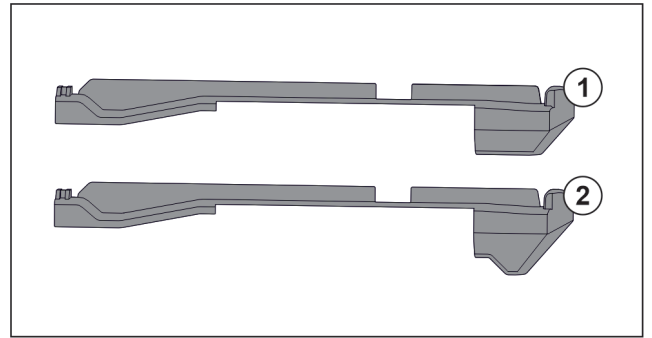

Fig. 123 Pealepisteosade võrdlus
Seadmes asuvad kaks erinevat pealepisteosa. Kõige alumise sahtli Fig. 123 (2) kohal asuval pealepisteosal on kolmnurkne serv. Kõigil teistel pealepisteosadel Fig. 123 (1) on sirge serv.
- ▶ Paigaldage kolmnurkse servaga pealepisteosa Fig. 123 (2) kõige alumise sahtli kohale.
- ▶ Paigaldage sirge servaga pealepisteosa Fig. 123 (1) kõigile teistele kohtadele.